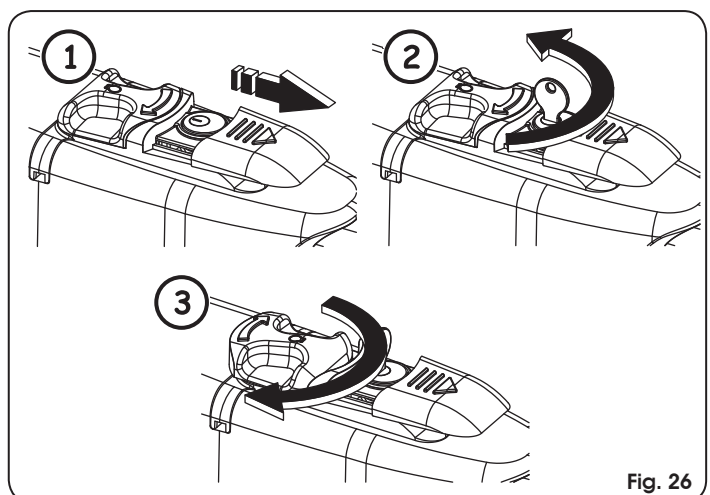

Fig. 26
2. Dra skyddslocket åt sidan, Fig. 26/1.
3. Sätt i nyckeln och vrid den 90°, Fig. 26/2.
4. För att låsa upp motorspelet vrider man manöverspaken 180° i den riktning som anges av pilen som sitter på frikopplings-systemet, Fig. 26/3.